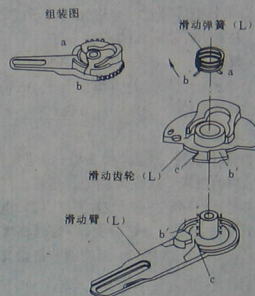

图 1-58 滑动臂(L)、滑动齿轮(L)和滑动弹簧(L)的组装
4) 参照图 1-58, 组装滑动臂(L)、滑动齿轮(L)和滑动弹簧(L), 使 a'、b'、c' 与 a、b、c 一一对应。